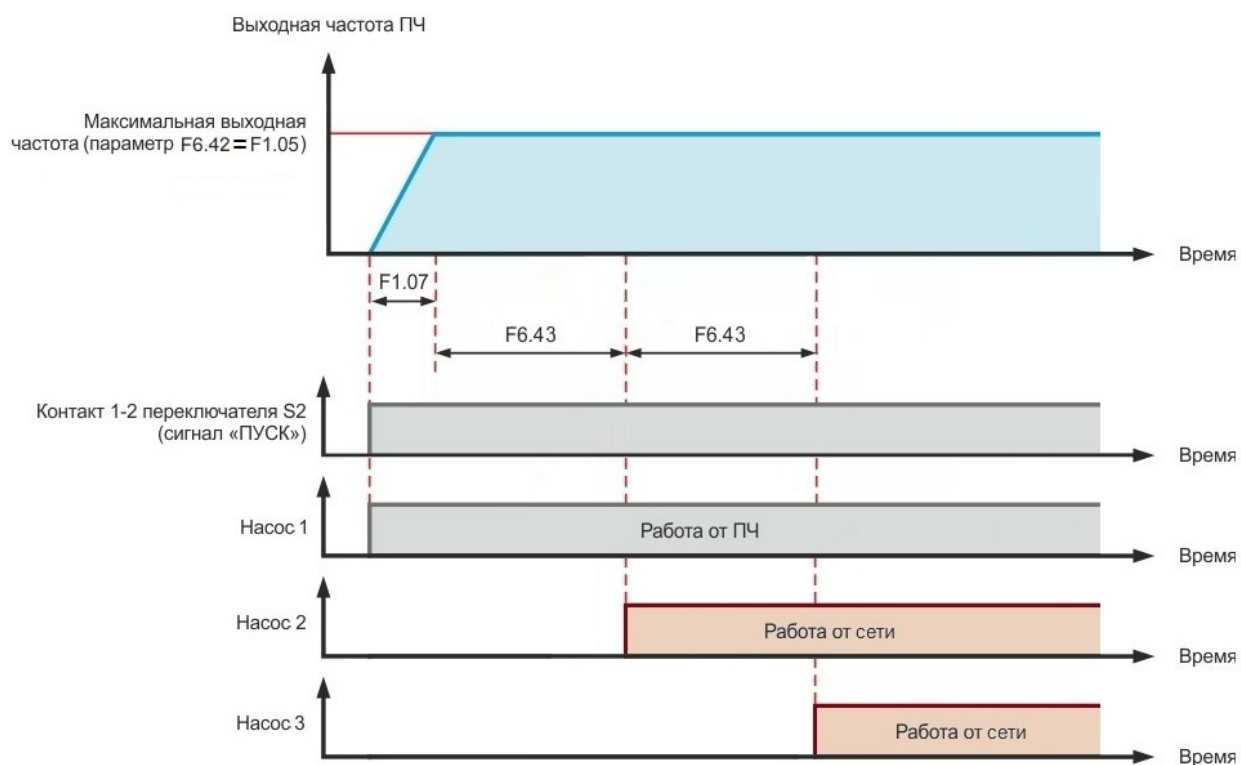

Рисунок 2 — Циклограмма работы ПЧ
7. С помощью параметров F6.34... F6.36 (режим работы электродвигателя) задается логика управления насосами — **с постоянным мастером**, т. е. ПЧ управляет производительностью только одного насоса, а дополнительные, при выполнении условий каскадного переключения, включаются в работу посредством прямого подключения к сетевому напряжению (см. рисунок 2 — Циклограмма работы ПЧ). Условия включения дополнительных насосов задаются параметрами F6.41... F6.50.